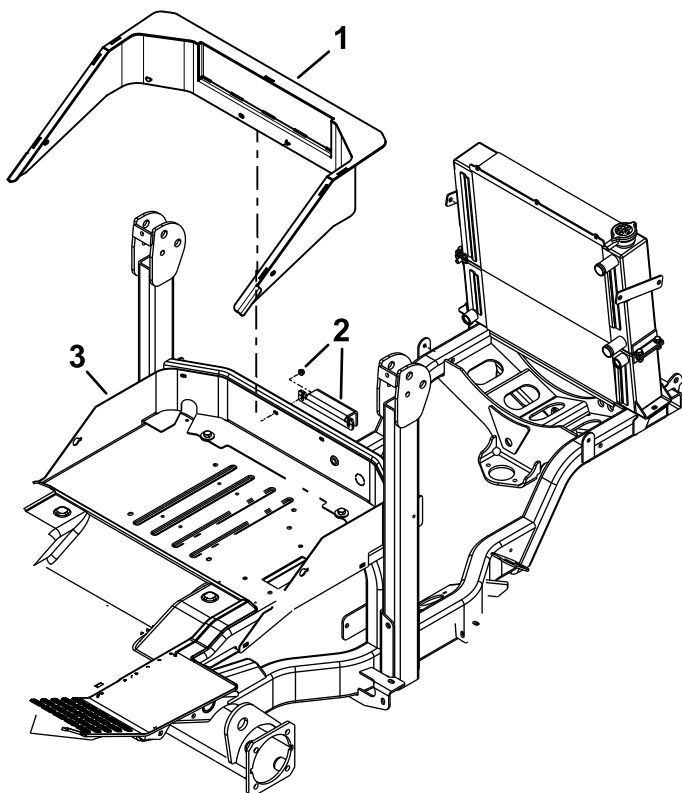

Рисунок 9
4. Установите противопожарную перегородку кабины вокруг сиденья и на имеющуюся противопожарную перегородку (Рисунок 9).